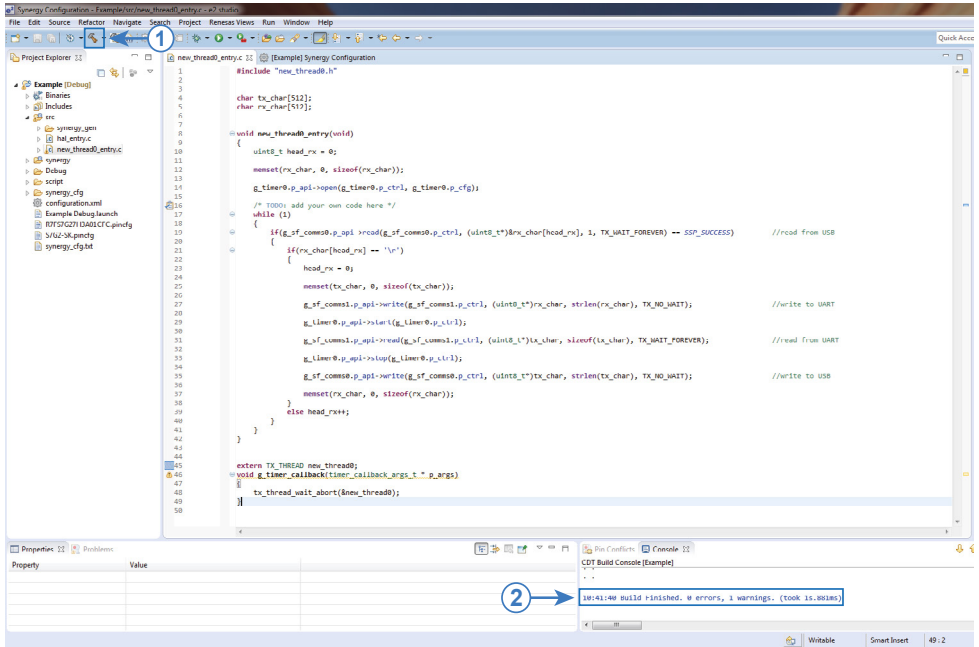

Рис.10. Компиляция.
**12.** Для компиляции нажмите пиктограмму «Молот» (Рис.10, п.1). Если компиляция прошла успешно, то в окне Console появится сообщение об отсутствии ошибок (Рис.10, п.2).